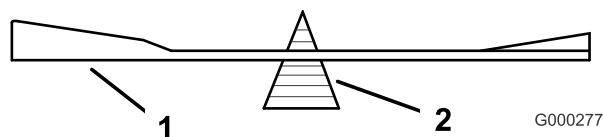
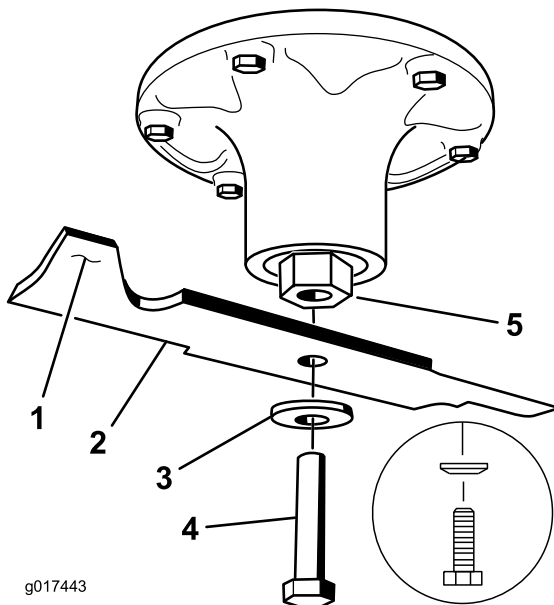

Figure 78
Figure 79
2. Vérifiez l'équilibre de la lame en la plaçant sur un équilibreur (Figure 78). Si la lame reste horizontale, elle est équilibrée et peut être utilisée. Si la lame est déséquilibrée, limez un peu l'extrémité de la partie relevée seulement (Figure 79). Répétez la procédure jusqu'à ce que la lame soit équilibrée.
2. Posez la lame, la rondelle élastique et le boulon de lame. Le cône de la rondelle élastique doit être dirigé vers la tête du boulon (Figure 79). Serrez les boulons des lames à un couple de 115 à 150 Nm.